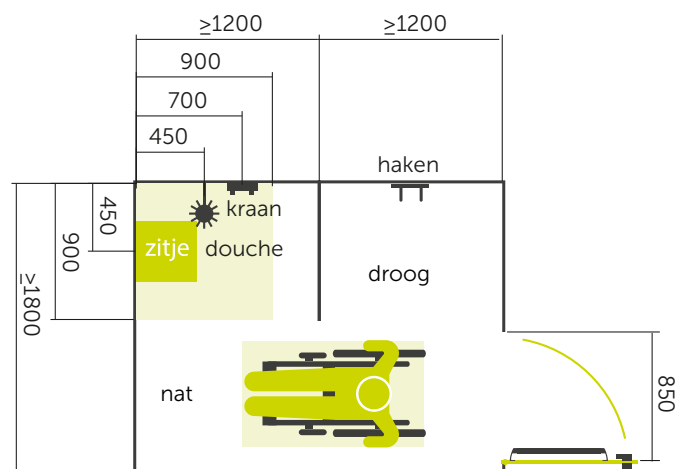
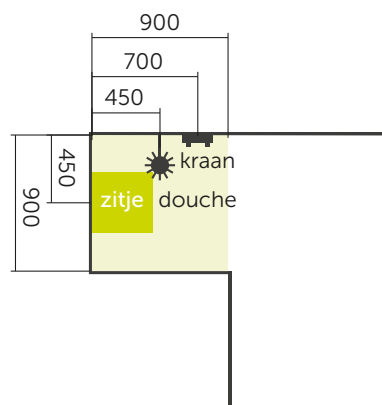

fig 15 Doucheruimte nat en droog gescheiden
fig 14 Minimale doucheplek in groepsruimte
- Afmeting doucheruimte $\geq 1200 \times 1800$ mm (nat en droog gesplitst). (fig 15)
- Douchepoppervlak 900×900 mm. (fig 14 en fig 15)
- Kledinghaken op hoogte ≤ 1350 mm en 500 mm uit de hoek. (fig 15)